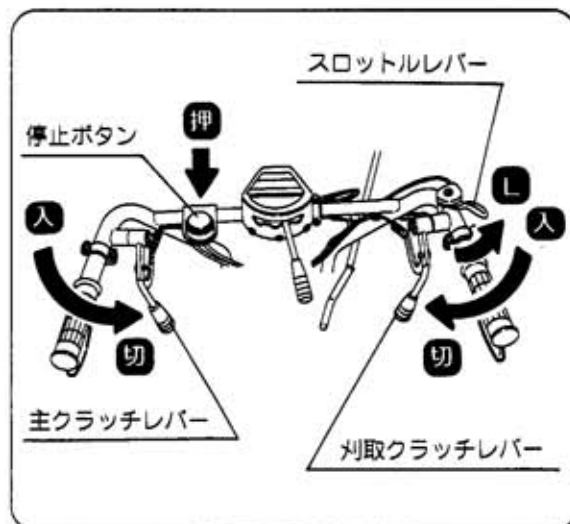

図39
3) 停止方法 (図39)
- ① 主クラッチレバーを「切」にしてください。
- ② 刈取クラッチレバーを「切」にしてください。
- ③ スロットルレバーを「低・L」にもどしてください。
- ④ 停止ボタンを押してください。